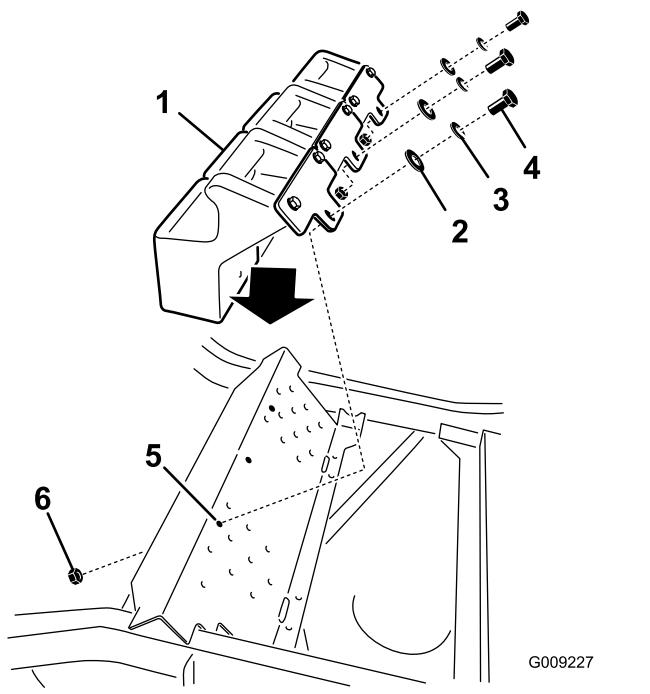

Figura 35
- Instale los pesos delanteros encima del reposapiés (Figura 35).
- Sujete los pesos delanteros encima del reposapiés y al soporte de montaje de los pesos con 6 pernos (3/8" x 1"), 6 arandelas de freno (3/8"), 3 tuercas con arandela prensada (3/8") y 6 arandelas planas (3/8"), según se muestra en Figura 35.